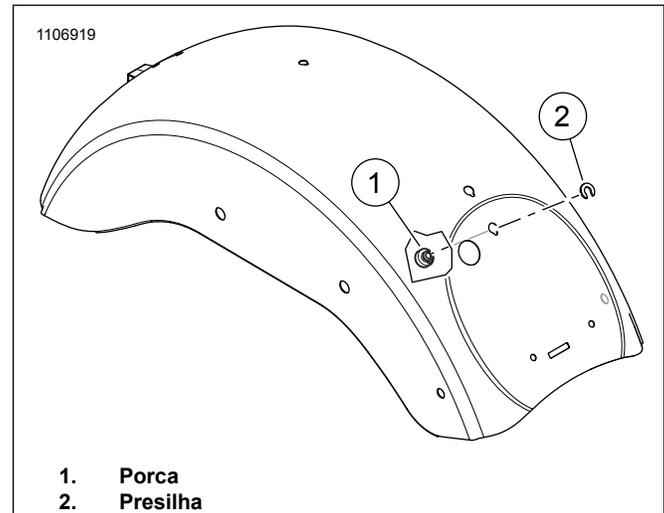

Figura 1. Porca do assento no para-lama (típica)
3. Veja Figura 1. Remova a presilha do assento (2) e a porca de retenção (1).